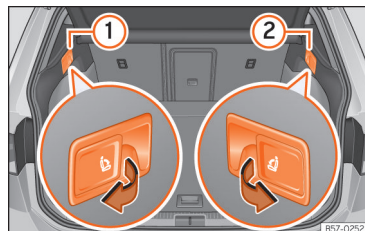

Fig. 78 Na bagageira: alavancas para o desbloqueio do encosto traseiro.
- Puxe a alavanca de desbloqueio à distância da parte esquerda »» **Fig. 78** ① o derecha ② do encosto no sentido da seta. A parte desbloqueada do encosto traseiro rebate-se automaticamente para a frente.